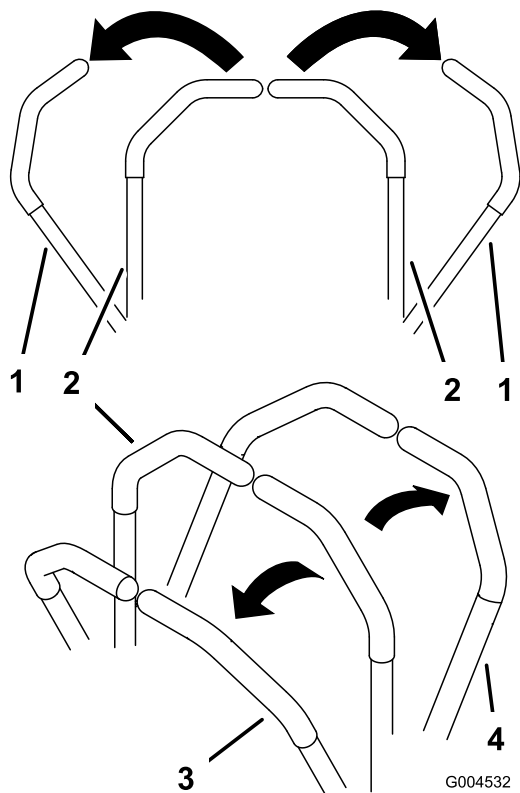

Bild 17
3. Schieben Sie für das Vorwärtsfahren die Fahrtriebshebel langsam vorwärts (Bild 17).
Wenden Sie zum Geradeausfahren auf beide Fahrtriebshebel denselben Druck an (Bild 17).
Bewegen Sie zum Wenden den Fahrtriebshebel in Richtung Neutral, in dessen Richtung Sie wenden möchten (Bild 17).
2. Ziehen Sie zum Rückwärtsfahren die Fahrtriebshebel langsam nach hinten (Bild 17).
Verringern Sie zum Wenden den Druck auf den Fahrtriebshebel an der Seite, in deren Richtung Sie wenden möchten (Bild 17).